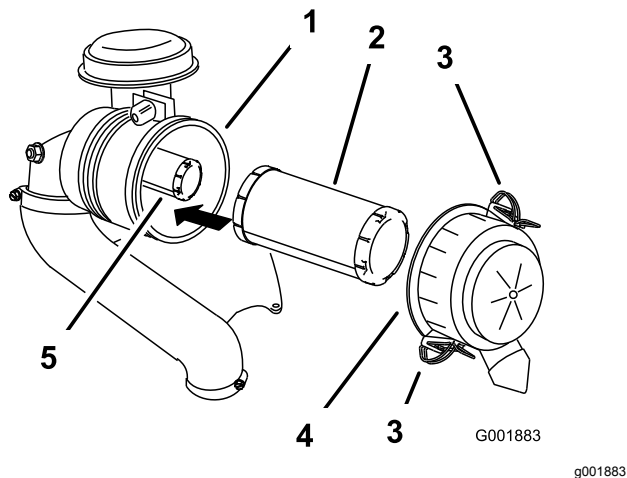

Figura 29
- Abra los cierres del limpiador de aire y tire de la tapa del limpiador de aire para separarla de la carcasa del limpiador de aire (Figura 29).
- Extraiga con cuidado el filtro primario de la carcasa del limpiador de aire (Figura 29).
- Si va a cambiar el filtro de seguridad, deslícelo cuidadosamente en el cuerpo del filtro (Figura 29).
- Deslice cuidadosamente el filtro primario por encima del filtro de seguridad (Figura 29).
- Instale la tapa del limpiador de aire con el lado que lleva la palabra **up** hacia arriba, y fije los cierres (Figura 29).